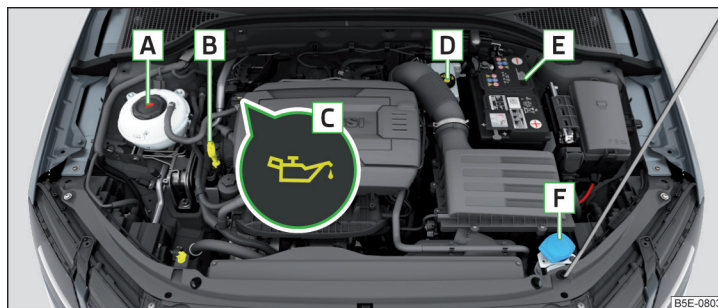

Fig. 317 Exemple d'agencement dans le compartiment moteur
- Dévissez le bouchon de l'orifice de versement d'huile moteur **D** » fig. 317 à la page 290.